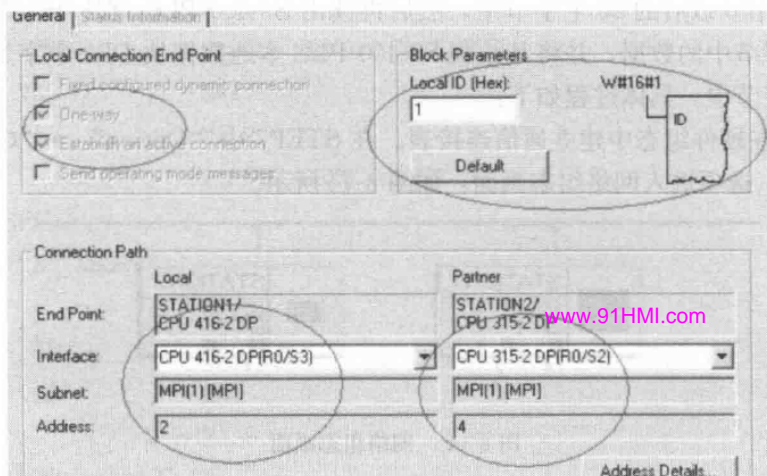

图 8-46 连接表属性
(3) 单击“Apply”按钮后连接表建立完成，并可以查看连接表的详细属性，如图 8-46 所示。组态完成以后编译存盘下载连接表信息。